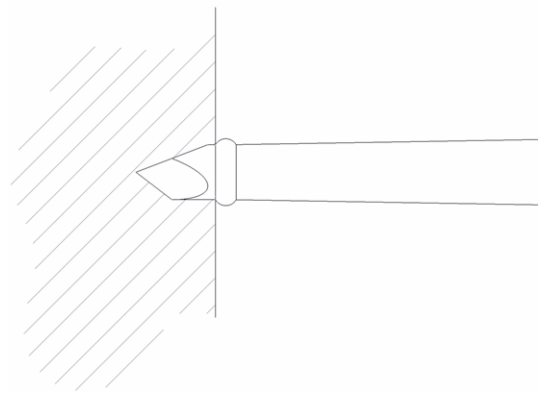

Fig. 1 Punzón completamente insertado
- No introducir el punzón más allá del borde elevado, ver Fig. 1.